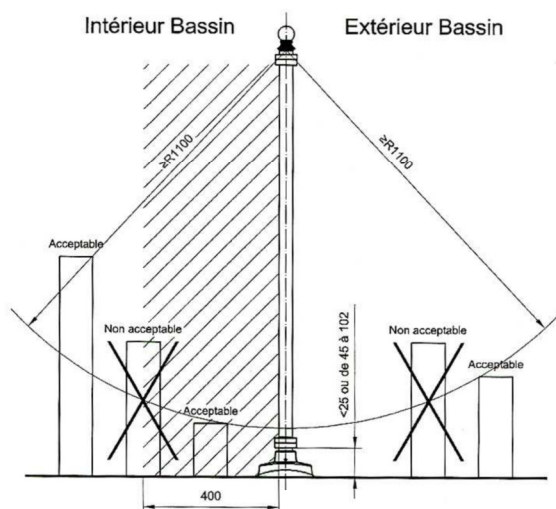

Bild 3. Säkerhetsområde
I dessa fall får inte murarna vara för låga (minst 1,10 m mellan beröringspunkter) eller ha öppningar som möjliggör tillträde till poolen (dörrar och fönster förses med barnsäkra lås). På båda sidor om fästpunkten ska ett minsta avstånd hållas för murar (se 3.1, bild. 3 Säkerhetsområde).
- Den valda monteringssträckan måste absolut vara befriad från fasta föremål (t.ex. murar) eller rörliga (t.ex. trehjulingar) på båda sidor om inhägnaden inom en radie på 1,10 m (jfr. bild 3).
Inhägnaden måste sättas upp med ett minsta avstånd på 1 m till vattenytan. Man bör dock inte överskrida det område som är tänkt som användningsområde för poolen. Härvid ska man beakta omgivningsbetingade begränsningar och krav enligt bild 3, kapitel 3.1.